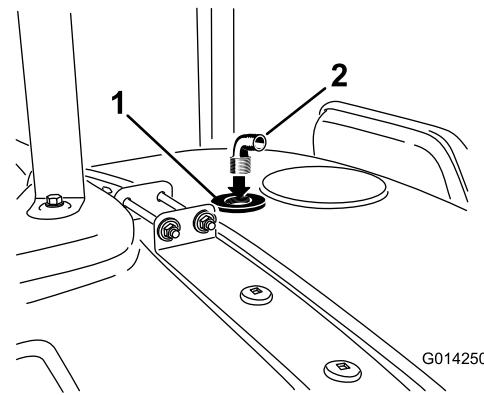

Figura 18
- Instale el acoplamiento en el orificio roscado del conector estanco de la boquilla de enjuague (Figura 18).